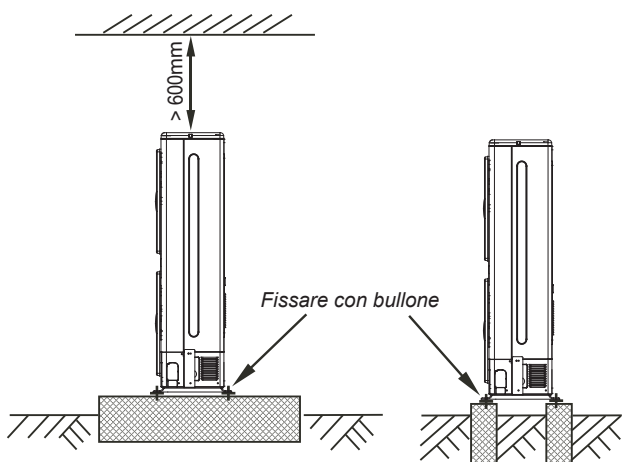

Fig.6-8
- 3) Realizzare fondamenta in calcestruzzo a seconda delle specifiche tecniche delle unità esterne. (cfr. Fig.6-8)
- 4) Stringere saldamente i piedini dell'unità con dei bulloni per evitarne la caduta in caso di terremoto o vento forte. Cfr. Fig. 6-8